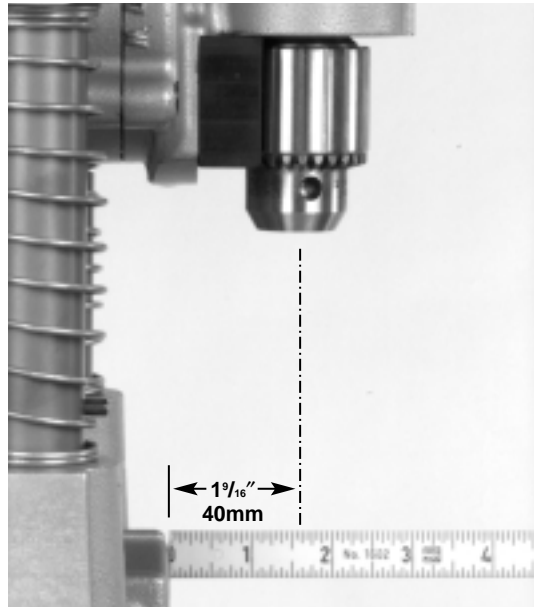

Figure 14 – Axe du mandrin de la HC-300
- Installez l'embase à proximité du point de découpe. Pour ce faire, positionnez l'embase sur l'ouvrage. L'extrémité avant de l'embase se trouve à $\frac{1}{16}$ po de l'axe du mandrin (Figure 14)